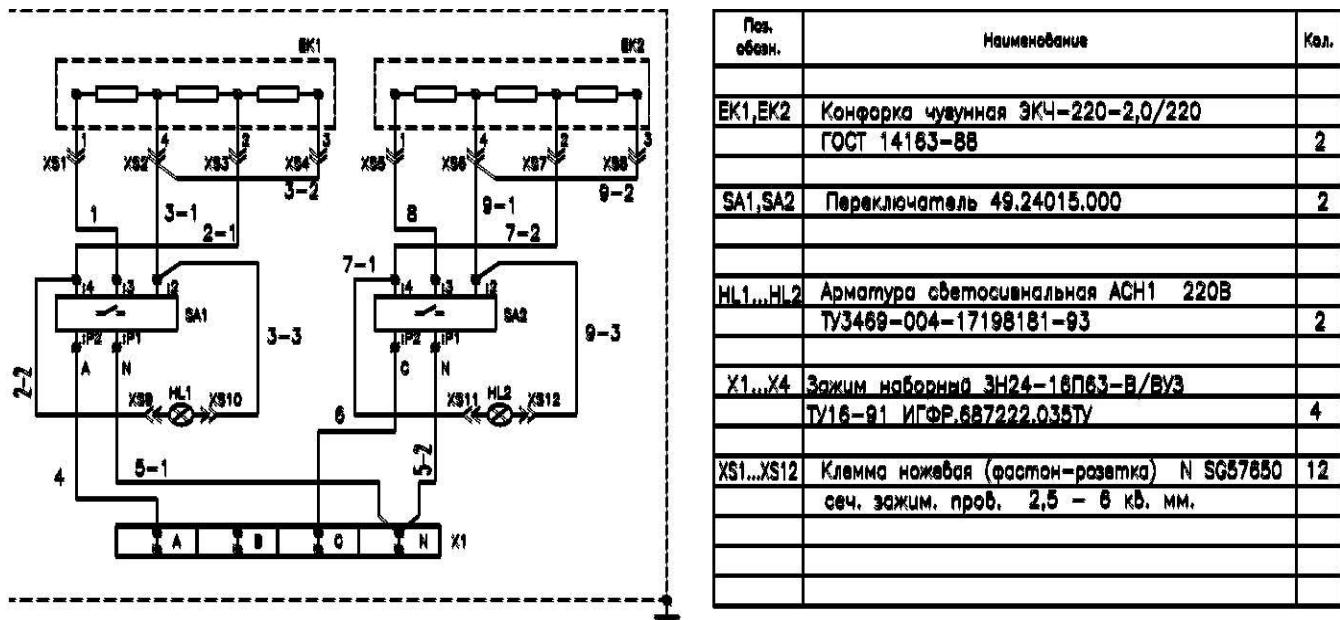
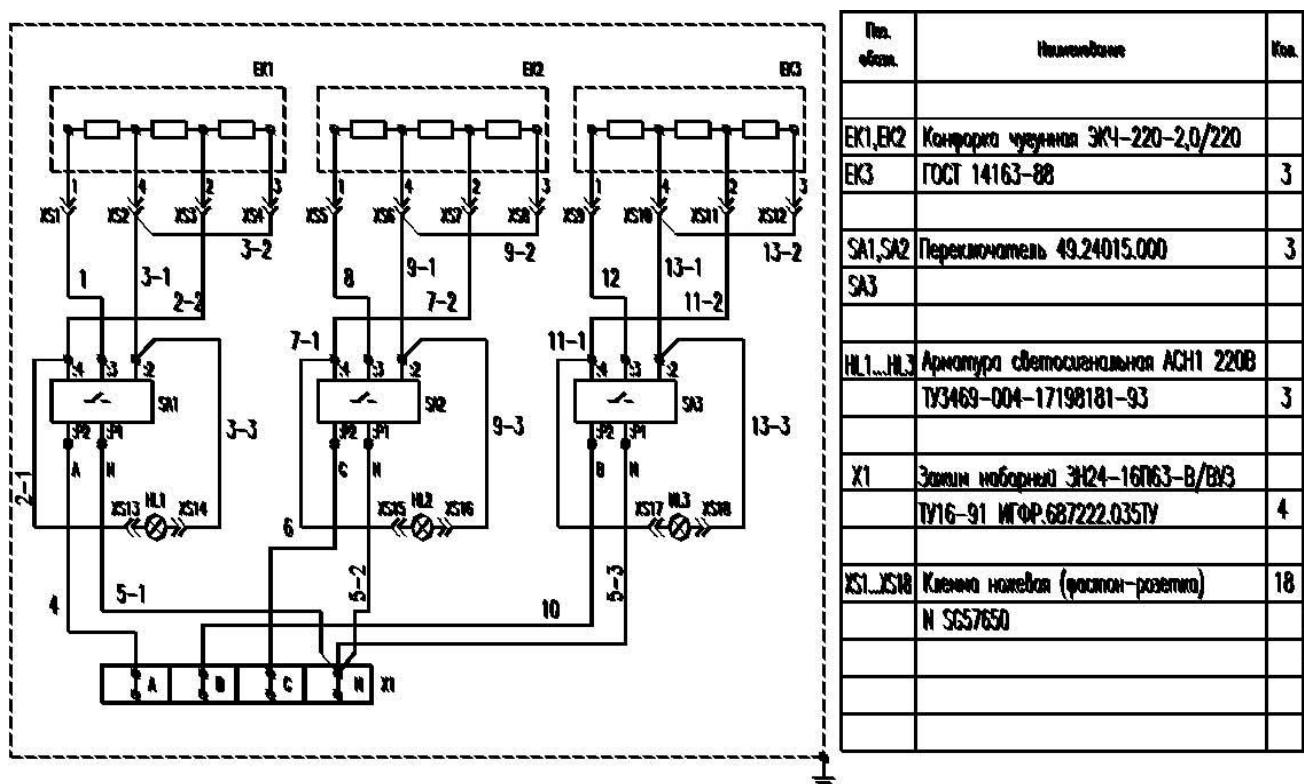

Рис.6 – Схема электрическая принципиальная МЭПС2-11/7Н
Рис.7 – Схема электрическая принципиальная МЭПС3-11/7Н
- соединить провода электросети согласно маркировки на клеммной колодке, в соответствии с электросхемой (рис.6 и рис.7).